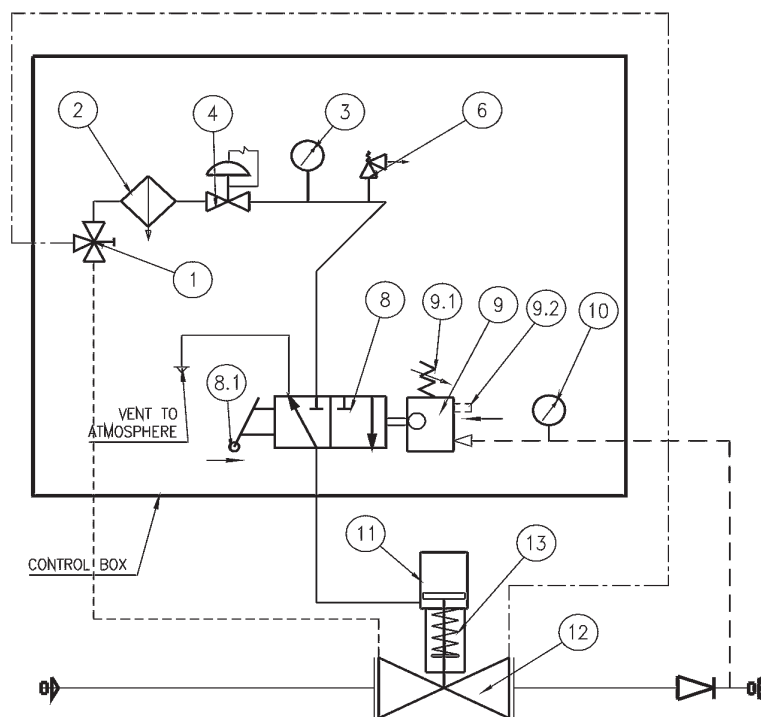

Fig. 13
4.3.1 FUNZIONAMENTO BLOCCO HB/97 (FIG.13)
4.3.1 HB/97 SLAM-SHUT OPERATION (FIG. 13)
4.3.1 FUNKTIONSBESCHREIBUNG SAV HB/97 (FIG.13)
4.3.1 FONCTIONNEMENT VANNE DE SÉCURITÉ HB/97 (FIG. 13)
4.3.1 FUNCIONAMIENTO (FIG. 13) BLOQUEO HB/97
4.3.1 FUNCIONAMENTO (FIG.13) BLOQUEIO HB/97